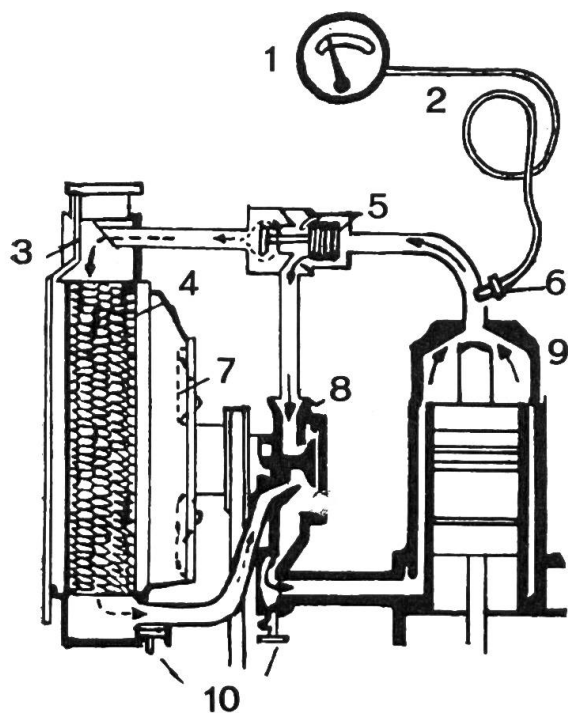

Fig. 1:
Le réglage de la température de l'eau de refroidissement peut avoir lieu par thermostat (dosage de la quantité d'eau devant parcourir le circuit de refroidissement ou commande automatique de l'ouverture et de la fermeture de volets placés devant le radiateur) ou bien par rideau amovible formant couvre-radiateur. La figure 1 (ci-après) représente un système de refroidissement à eau avec régulation de la température par thermostat commandant le passage de l'eau. On voit sur cette figure que le thermostat (5) a été incorporé au tuyau par lequel l'eau passe du moteur dans le radiateur.
La soupape repose sur son siège tant que la température de l'eau de refroidissement venant des culasses des cylindres reste inférieure à une température déterminée, et seule une très faible proportion de l'eau peut parvenir au radiateur. Dès que le moteur fonctionne, il transmet sa chaleur aux chemises d'eau entourant les cylindres. Au fur et à mesure que la température de l'eau augmente, la dilatation du liquide volatil provoque l'allongement du soufflet, la soupape s'ouvre, et toute l'eau arrivant du moteur entre alors dans le radiateur. L'ouverture progressive de la soupape n'a lieu qu'à partir d'environ 65 degrés. La soupape ne se soulève que jusqu'à une position d'équilibre qui correspond à une température approximative de 80° C de l'eau de refroidissement. Cette température normale de fonctionnement se trouve donc maintenue automatiquement par le thermostat quelle que soit la fatigue imposée au moteur. Le système de refroidissement (contenance, capacité du radiateur, ventilateur) a été conçu de telle façon que l'eau du circuit ne puisse venir à ébullition qu'en cas de déficiences. Comme le montre la figure 1, le circuit de l'eau de refroidissement du moteur est limité tant que la température de service n'a pas été atteinte (moteur-thermostat-pompe à eau-moteur), et normal dès que l'eau accuse une température d'environ 80° C (moteur-thermostat-radiateur-pompe à eau-moteur).
La température du moteur peut être contrôlée par le conducteur du tracteur grâce à cet instrument. Le fonctionnement du téléthermomètre ou thermomètre à distance présente beaucoup d'intérêt. Comme on peut le voir d'après la figure 1, un réservoir plongeur (6) a été incorporé au point le plus chaud du système de circulation d'eau. Ce réservoir est relié par un tube de faible section, souvent entouré d'une gaine de fils métalliques entrelacés, à un corps dilatable logé dans le boîtier d'un manomètre. Le réservoir, le tube et le corps en question contiennent un liquide dont la dilatation agit sur une aiguille se déplaçant devant un cadran et qui permet ainsi de connaître la température du moteur.